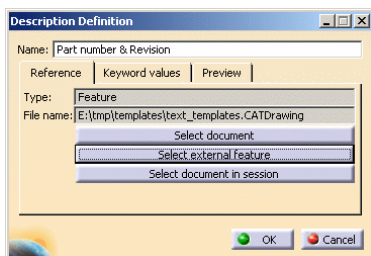

图 6-490
- »» 步骤 06 确保在 Type（类型）文本框中选择了 Standard（标准），然后单击 OK 按钮，创建的家族如图 6-490 所示。
- »» 步骤 11 在 Reference（参考）选项卡中，单击 Select external feature（选择外部特征）按钮，系统将所选文本模板（即 Part number & Revision（零部件编号与修订））的信息更新在该对话框中，如图 6-490 所示。